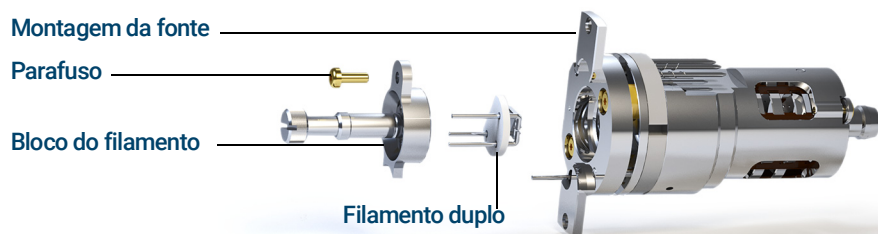

Figura 56 Substituição do duplo filamento
- 4 Remova o parafuso de fixação do bloco do filamento para a montagem da fonte. (Consulte **Figura 56**.)
- 2 Insira os três pinos sobre o filamento duplo através da parte traseira do bloco de filamento. (Consulte **Figura 56** na página 174.)